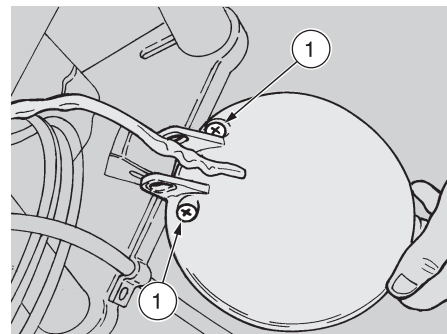

Fig. 52
## REPLACEMENT DES AMPOULES DU FEU AVANT (Fig. 52)
- ◆ Oter le feu et dévisser les deux vis (1 - Fig. 52).